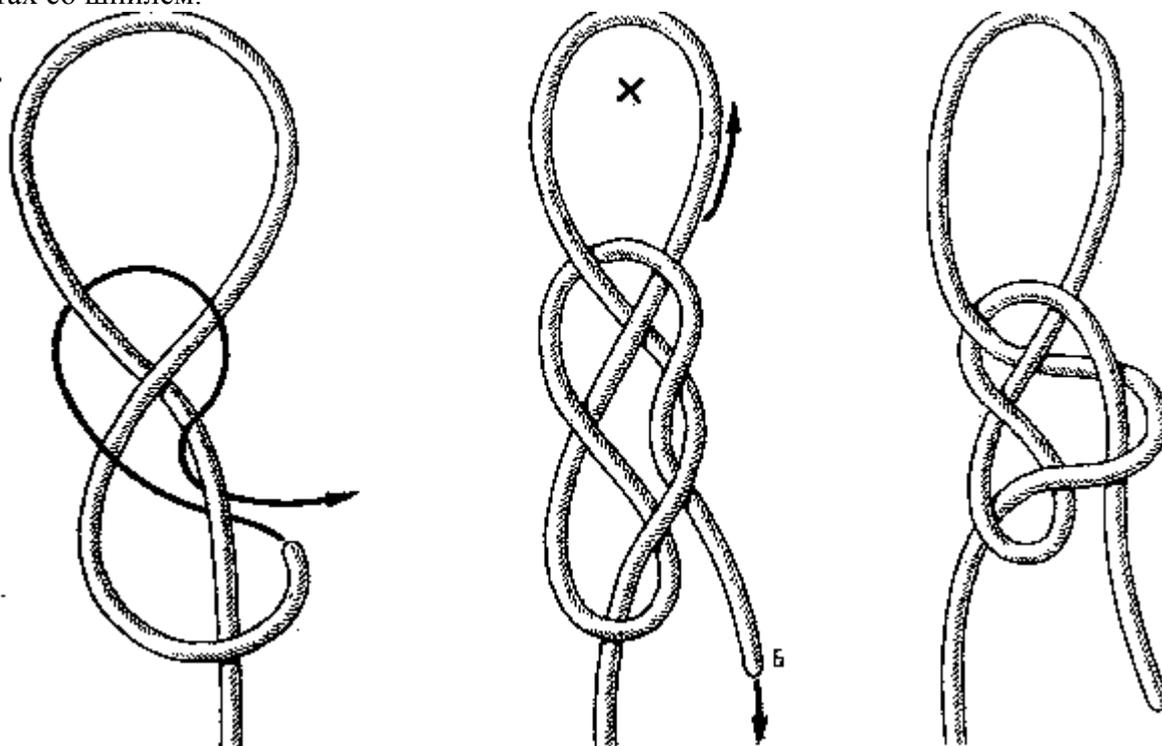

Рис. 118. Кабестановая петля
**Кабестановая петля** (рис.118). По своему принципу этот узел такой же, как и предыдущий крабий узел. При сильном рывке за концы, обозначенные буквами *A* и *B*, узел меняет свою характеристику и из затягивающейся петли превращается в незатягивающуюся петлю.